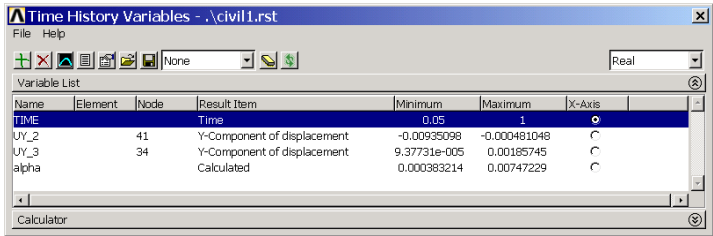

图7.11 数学运算生成新的变量
(3) 单击  按钮或直接按回车键即可生成新的变量 alpha，如图 7.11 所示。